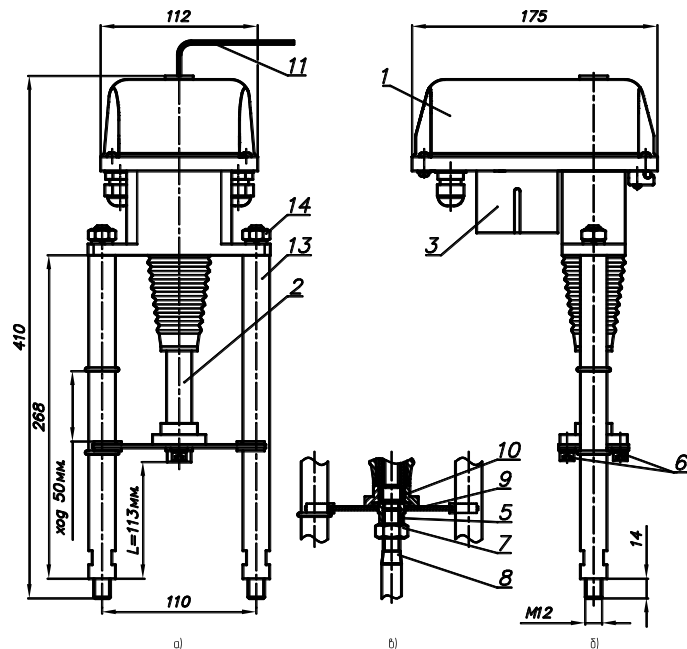
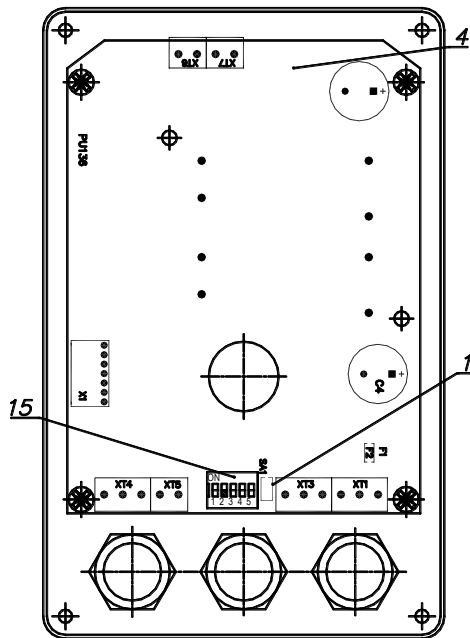

Рисунок 1 - ВЭП-135М
Рисунок 2 - Электропривод (вид при снятой крышке)
- электропривод (см. рис.1 – поз.1);
- винтовая передача (см. рис.1 – поз.2).
Электропривод (см. рис.1, рис.2) выполнен на базе шагового электродвигателя 3, питание и управление которым осуществляется от платы управления 4, обеспечивающей его работу в заданном режиме (см. таблицу 3), а также его отключение при нагрузке больше усилия отключения. ЭИМ имеет три режима работы: калибровки, слежения, ручной. Индикация работы осуществляется светодиодным индикатором 12. Постоянное свечение - работа, мигание - авария.
ЭИМ выпускается откалиброванным на величину полного рабочего хода. При установке ЭИМ на регулируемую арматуру необходимо произвести его калибровку. Для перехода в данный режим необходимо изменить положение переключателя поз.15 (см. рис. 2). При этом ЭИМ, поочередно перемещаясь к обоим конечным положениям, определяет максимальный ход арматуры. При отключении питания настройки сохраняются в энергонезависимой памяти. Время калибровки 100-120с. По завершению калибровки ЭИМ переходит в режим слежения. В процессе калибровки сигнал обратной связи отсутствует.